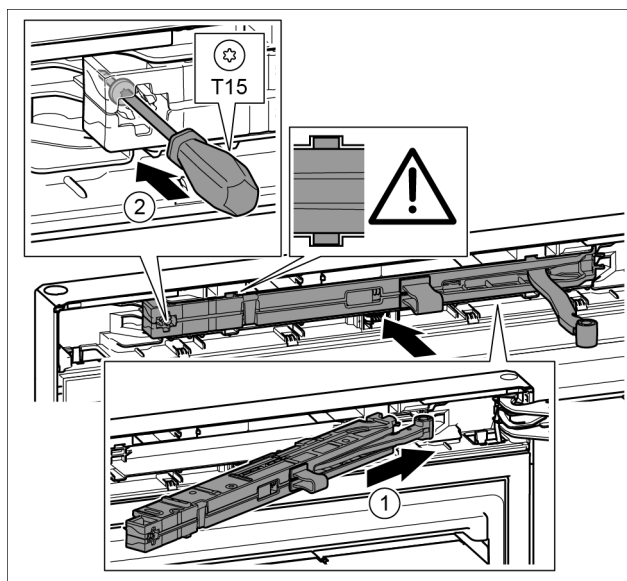

Fig. 21
- ▶ 将托架侧面的关门阻尼单元倾斜插入凹槽直至止挡装置。Fig. 21 (1)
- ▶ 用 T15 螺丝刀拧紧螺钉。Fig. 21 (2)